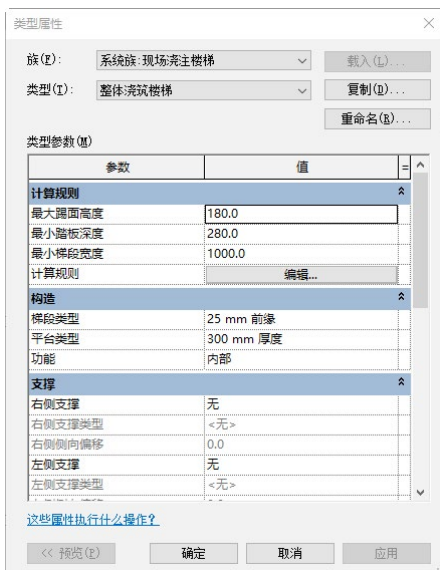

图 12-7 “类型属性”对话框 (1)
(8) 在“项目浏览器”中双击“结构平面”节点下的“地下一层”，将视图切换到地下一层结构平面视图。
(9) 单击“建筑”选项卡“构建”面板“楼梯”按钮, 打开“修改|创建楼梯”选项卡和选项栏, 在选项栏中输入“实际梯段宽度”为“1100.0”, 并勾选“自动平台”复选框。
(10) 在“属性”选项板中选择“现场浇注楼梯 整体浇注楼梯”类型, 单击“编辑类型”按钮, 打开如图 12-7 所示的“类型属性”对话框。